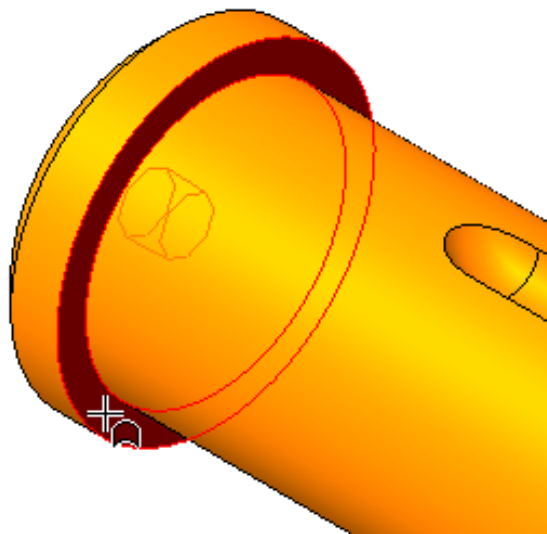

Рисунок 8.
- Увеличьте деталь Ось и укажите плоскую кольцевую грань (рис.8).